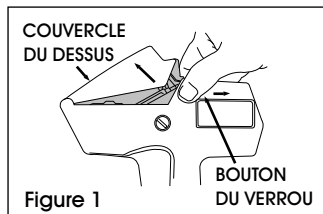

Figure 1
1. Appuyez sur les deux boutons de verrou dans la direction du rouleau d'étiquettes, puis faites pivoter le couvercle du dessus pour dégager la tête d'impression. (Voir figure 1)